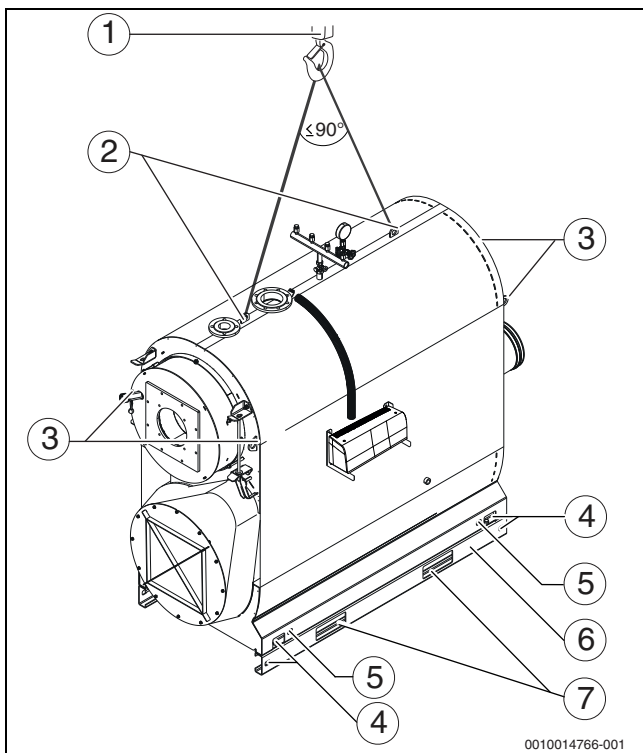

Fig. 4 Ridicarea cazanului cu o macara
Nu este permisă utilizarea inelelor de asigurare (→ fig. 4, [3], pagina 11) pentru a ridica echipamentul.
- ▶ Introduceți cârligul cablului de transport în orificiile ambelor guseuri (→ fig. 4, [2], pagina 11).
- ▶ Ridicați cazanul complet folosind un motostivuitor (→ capitolul 3.1.3, pagina 12) sau pe o parte cu un cric (→ fig. 4, [5], pagina 11).